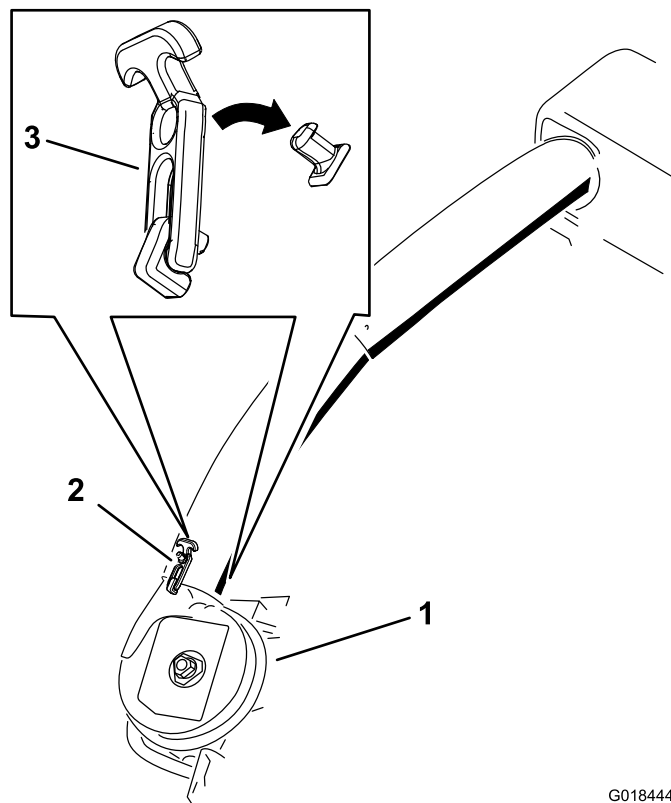

Figura 28
6. Utilizați ambele elemente de fixare pentru a atașa tubul inferior la ansamblul suflantei (Figura 28).
21. Utilizai ambele elemente de fixare pentru a ataa tubul inferior la ansamblul suflantei (Figura 28).